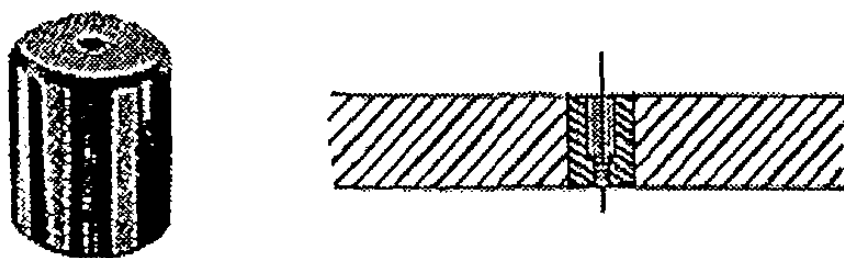

Figura 8-13. Casquillos para tablero de circuitos están diseñados para ajustar las grandes estrías de las perforaciones del tablero de circuitos.
8.1.1.6 Tablero de Circuitos. Los casquillos para el tablero de circuitos, tipos CB y CBC (carburo), los cuales aparecen en la Figura 8-13, también se pueden encontrar en estilos sin reborde o con reborde. Estos casquillos están designados, específicamente para perforaciones pequeñas. Los casquillos para tablero de circuitos